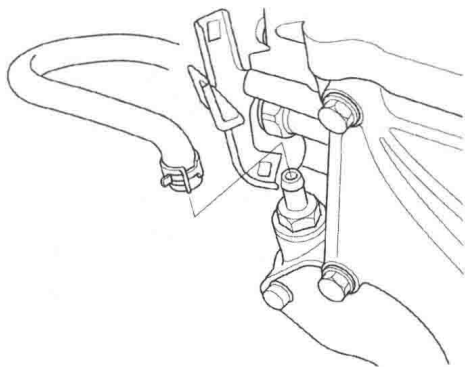

图 1-1-18
(5) 拆下曲轴箱强制通风 (PCV) 软管, 如图 1-1-18 所示。